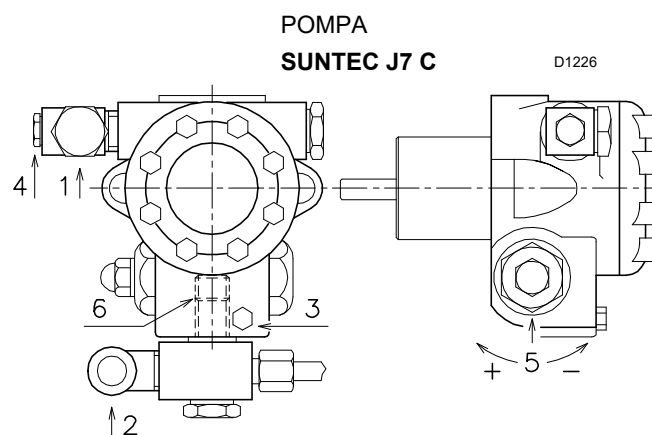

Fig. 22
Le pompe hanno un by-pass che mette in comunicazione il ritorno con l'aspirazione. Sono installate sul bruciatore con il by-pass chiuso dalla vite 6)(Fig. 22).
- perché la pompa possa autoinnescarsi è indispensabile allentare la vite 3)(Fig. 22) della pompa per sfiatare l'aria contenuta nel tubo di aspirazione.